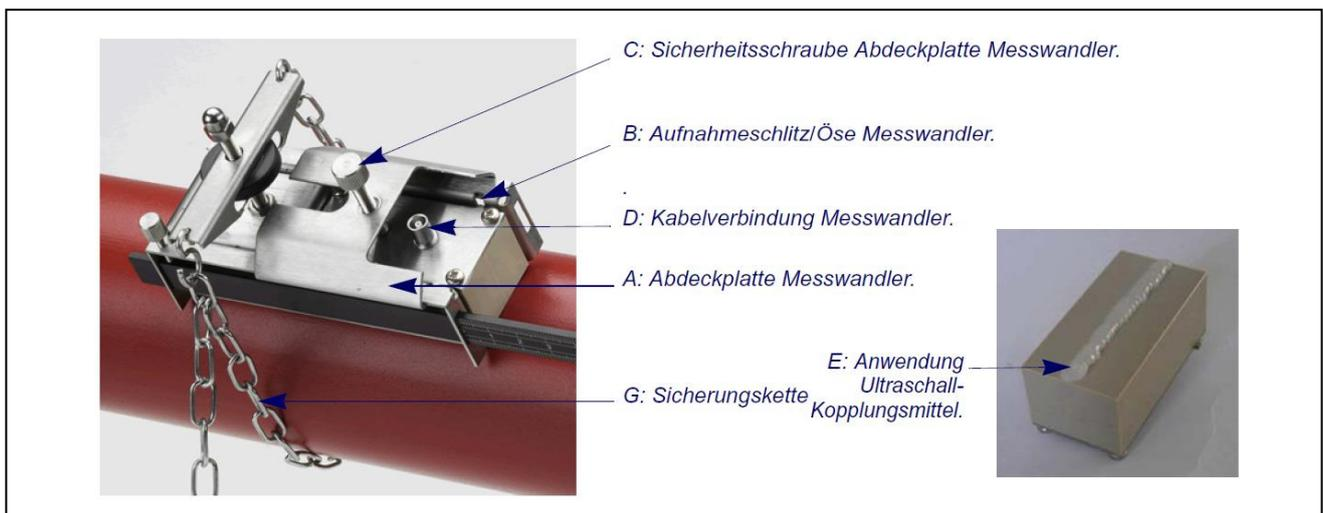

Abbildung 4.3 Anbau der Messwandler
1. Schieben Sie die Messwandlerabdeckplatte (A) ganz zur Außenseite der Führungsbaugruppe, um ausreichenden Zugang zum Anbau des Messwandlers zu ermöglichen.
3. Bringen Sie eine Raupe der Ultraschallkopplungssubstanz entlang der Mitte des Messwandlers (E) auf (s. Abbildung 4.3).
4. Passen Sie den Messwandler in den Führungsblock ein und stellen Sie sicher, dass die Ösen an den Seiten des Messwandlers richtig in die Schlitze an den Seiten des Führungsblocks (B) eingeführt werden.
5. Schieben Sie die Messwandlerabdeckplatte (A) über den Messwandler und ziehen Sie die Rändelschraube (C) handfest an, um den Messwandler zu fixieren. Achten Sie beim Befestigen der Abdeckplatte darauf, ausreichend Platz um den Messwandleranschluss (D) herum zu lassen, um das Kabel anschließen zu können.